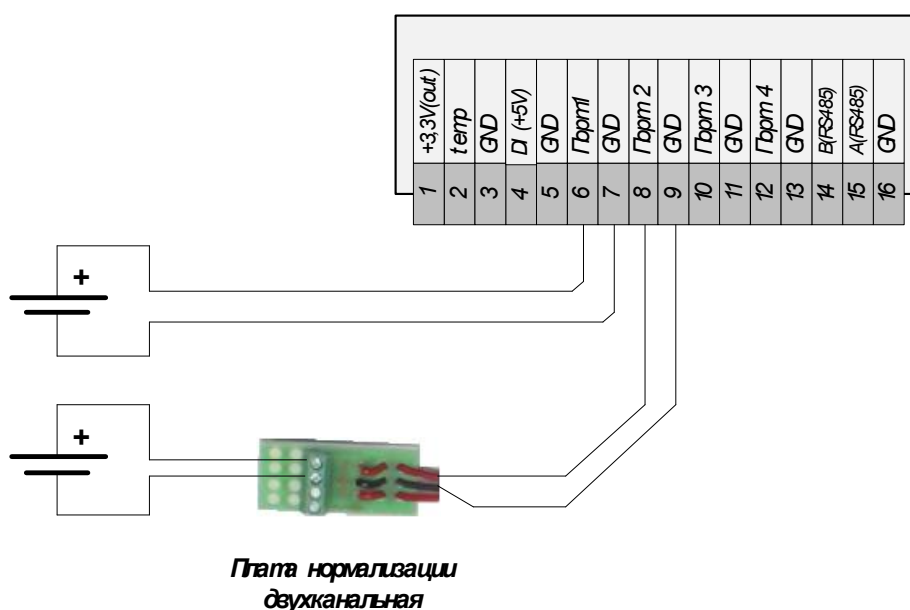

Рис.7.1. Варианты схем измерения напряжения (пример для портов №1, 2)
7.2. Вход способен измерять напряжение в ограниченном диапазоне (см. табл.2.3, рис.7.1). Если требуется измерять напряжение более допустимого диапазона, то следует применять делитель напряжения или использовать готовое решение в виде подобранной модификации изделия «Плата нормализации двухканальная» производства ООО «ТехноТроникс».